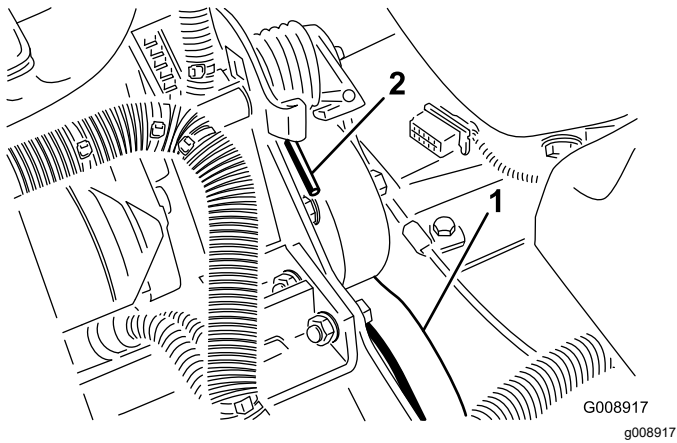

图 77
- 上下按动弹簧的端部 (图 77) 将其从支架上解开释放弹簧上的张力。